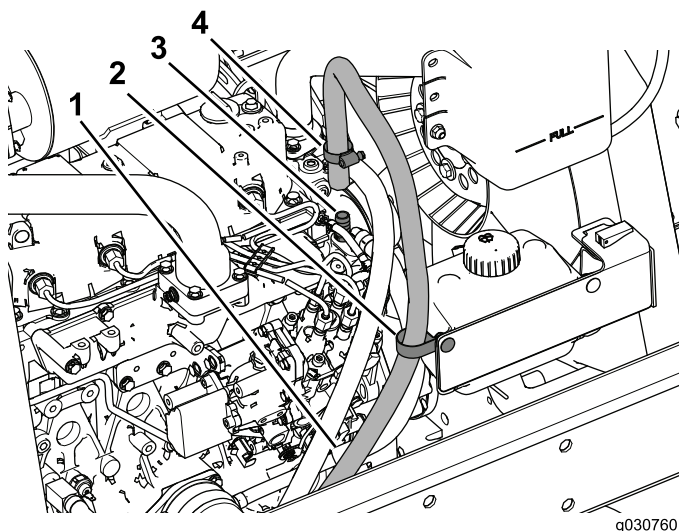

Figure 38
6. Glissez le collier sur le flexible de retour puis poussez le flexible sur le raccord (3/8 NPT x 0,625 cannelé) comme montré à la Figure 38.